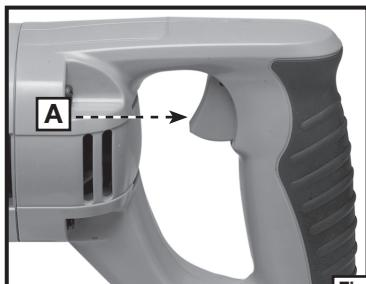

Fig. 16
- Tenez la scie fermement, Fig. 14 ou Fig. 15. Appuyez sur la gâchette (A) Fig. 16, pour mettre le moteur en marche. Relâchez la gâchette pour arrêter le moteur.